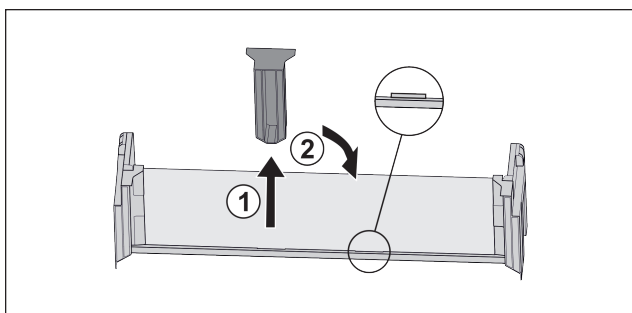

Fig. 54
- Stáhněte prostřední přídržný díl Fig. 54 (1).
- Vložte prostřední přídržný díl do druhé polohy Fig. 54 (2).